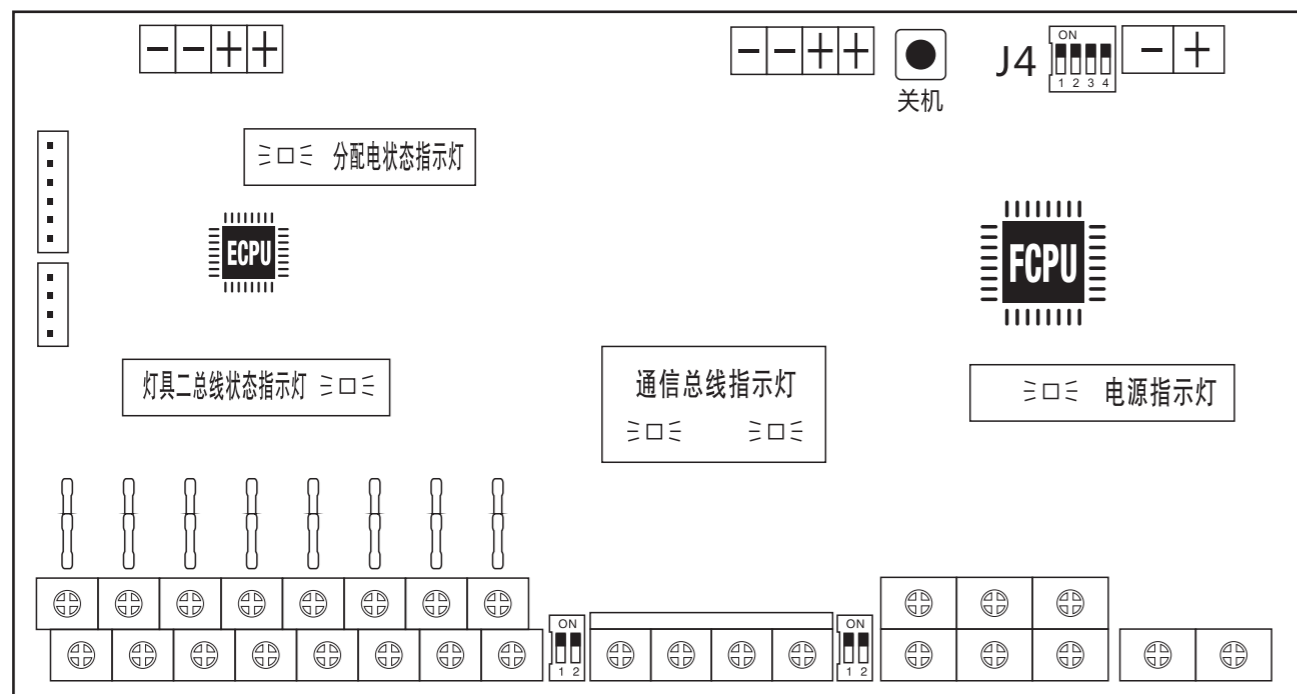

图33
E：表示ECPU芯片版本日期(见图33)
F：表示FCPU芯片版本日期(见图33)
### (2)、线路板指示灯(见图33)
## 拨码开关的使用（见图33）